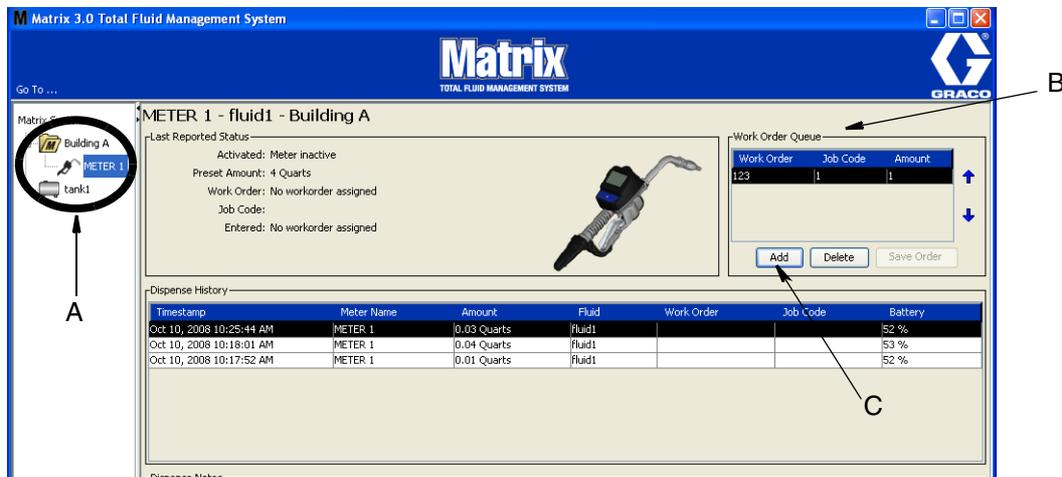

ABB. 186
1. Wählen Sie aus dem Bereich „Systemadministrator-definierte Gruppen“ der Matrix-Hauptansicht (A) den Zähler aus, an den Sie den Arbeitsauftrag senden (ABB. 186).
2. Klicken Sie im Bereich „Arbeitsauftragswarteschlange“ (B) des Fensters auf die Schaltfläche „Hinzufügen“ (C) (ABB. 186). Eine Liste der für diesen Zähler verfügbaren Arbeitsaufträge erscheint.